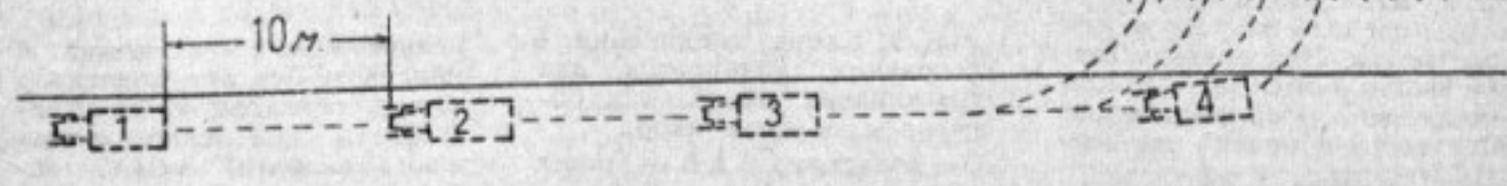

Рис. 3. Вытягивание колонны
**Движение в колонне.** Автоколонна начинает двигаться с вытягивания, т. е. автомобили по очереди трогаются с места и выстраиваются в колонну (в затылок друг другу). Вытягивание очень важная операция, так как в результате этого автоколонна должна быть построена правильно. Каждый автомобиль должен занять назначенное ему место, а между ними установлены определенные дистанции. Плохо организованное вытягивание колонны может отнять много лишнего времени, колонна может растянуться на большое расстояние, и машины перемешаются. Для правильного вытягивания водитель должен тронуться с места за своим номером автомобиля, и, взяв сначала несколько сокращенную дистанцию, довести ее на первых 50—100 м до установленной (рис. 3).